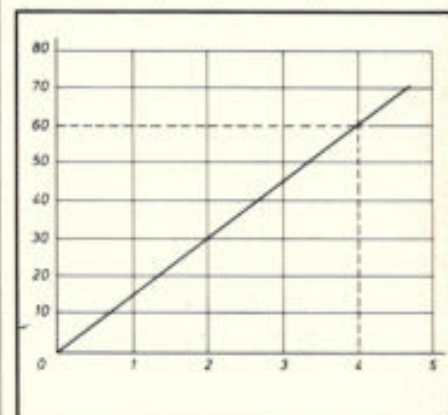
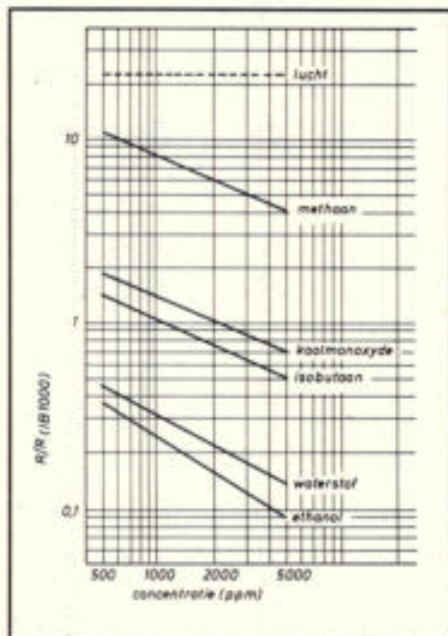

Fig. 5.
Fig. 6.
paald punt gaat, die recht is en waarbij de schaal op de beide assen lineair is, zie fig. 5. Een dergelijke lijn is als formule eenvoudig in een voor de computer begrijpelijke taal om te zetten. Helaas blijkt in de praktijk dat dergelijke grafieken tot een zeer kleine minderheid behoren en dat we eerder te maken hebben met iets dat op beide assen min of meer logaritmisch verloopt waarbij dan de lijn niet in de oorsprong blijkt te beginnen en vaak ook nog niet eens recht loopt. Een goed voorbeeld van de nog wat eenvoudige uitvoering is wel de gevoeligheidskromme van een in een eerder artikel besproken gasgevoelige halfgeleider BM12 die is gegeven in fig. 6. Omdat dergelijke grafieken vrij vaak voor blijken te komen zal dan ook in dit gedeelte een methode worden besproken waarbij in een dergelijke grafiek, bijvoorbeeld de gevoeligheid voor koolmonoxyde in computertaal wordt weergegeven. Het is ons bekend dat nog veel akeliger grafiekvormen kunnen optreden die natuurlijk ook kunnen worden omgezet maar vooralsnog willen we ons tot de reeds beschreven vorm beperken.
Het formule hulpprogramma waarin formule (8) en (9) geschreven staan is gegeven in fig. 9. Als we nu met als waarde voor de macht N van 0,001 de koolmonoxydelijn uit de grafiek van fig. 6 proberen te simuleren dan vinden we de in tabel 1 gegeven waarden. Vergelijken we deze met de genoem-